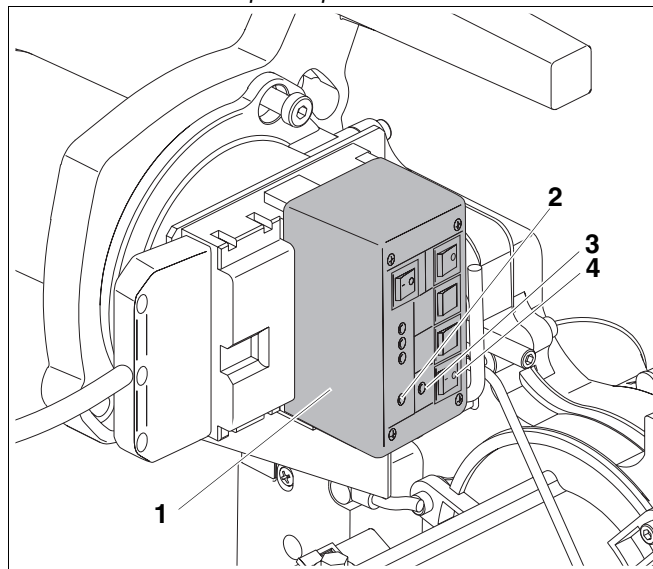

Рис. 12 Выпуск воздуха из топливопровода с помощью прибора контроля горелки
- Прибор контроля горелки (рис. 12, поз. 1; дополнительное оборудование) – если всасывание дизельного топлива должно осуществляться топливным насосом, пристроенным к горелке.
Далее описывается выпуск воздуха при помощи прибора контроля горелки (рис. 12, поз. 1).
- Установить прибор контроля горелки (рис. 12, поз. 1) на свободное место на цоколе.
- Включить систему управления пусковым выключателем. Горит светодиод (красный) (рис. 12, поз. 2).
- Включить прибор контроля горелки пусковым выключателем (рис. 12, поз. 4). Горят два светодиода (красный и зеленый) (рис. 12, поз. 2 и 3).